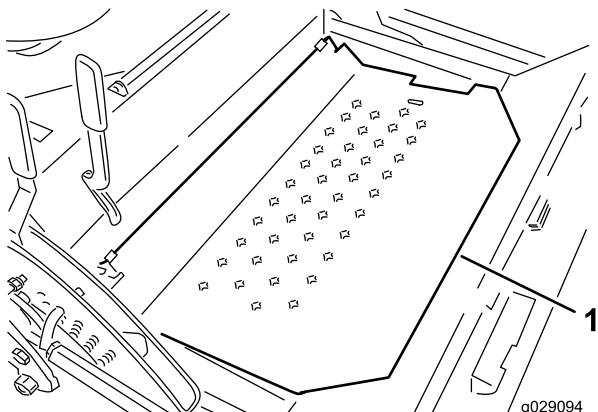

Рисунок 86
42. Откиньте панель пола (Рисунок 86).